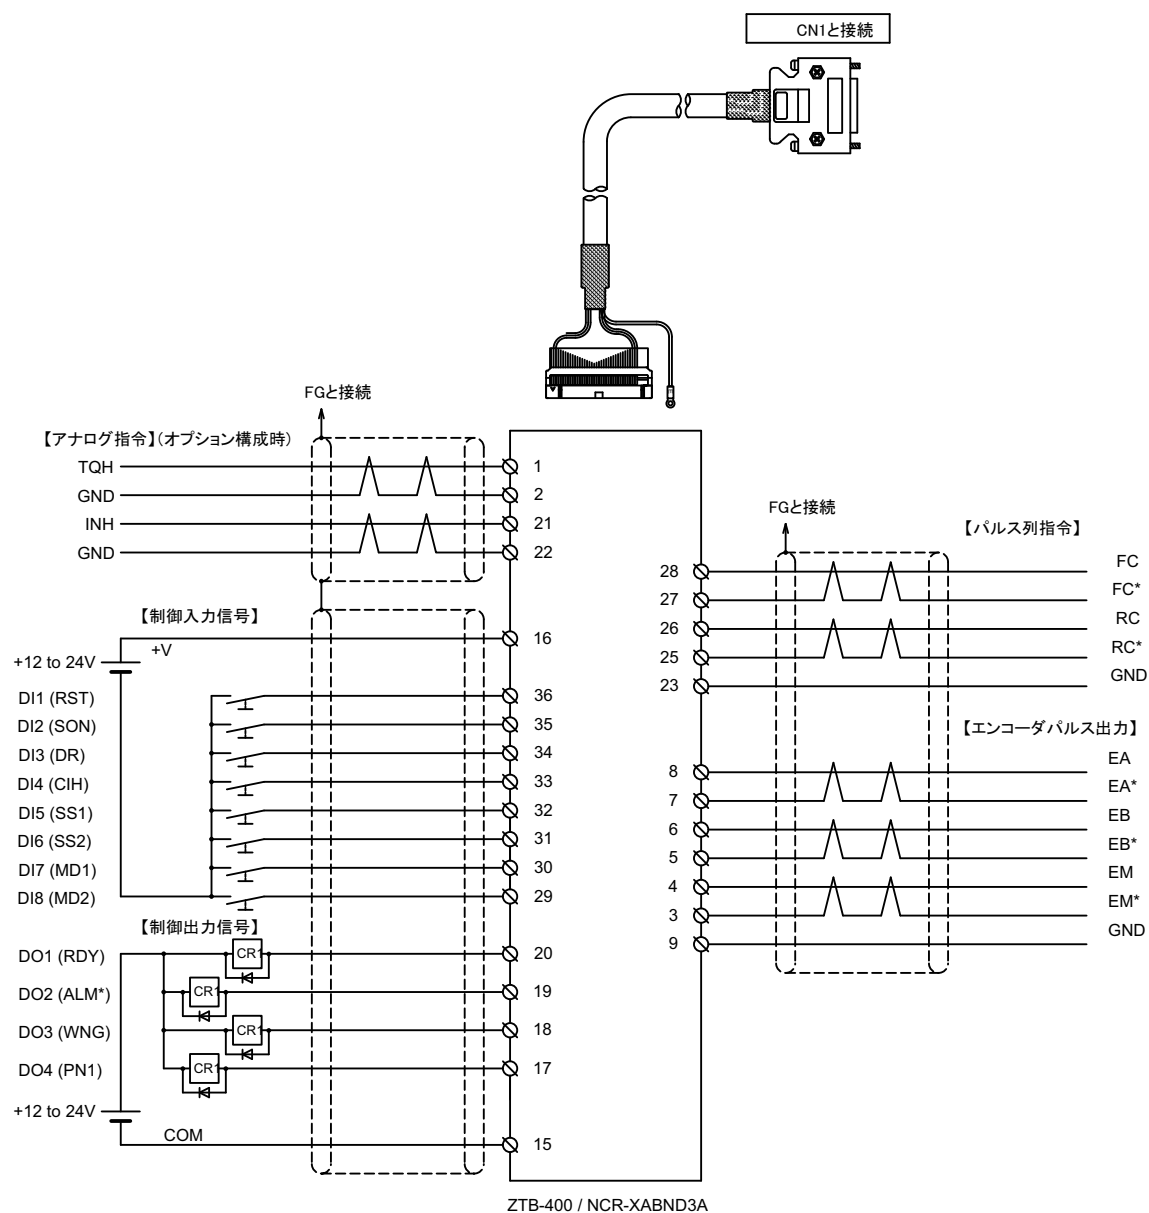

図3-3 I/O端子台(オプション)接続図
- 注 9:I / O 端子台 (オプション) を使用する場合は、「図 3-3 I / O 端子台 (オプション) 接続図」を参照してください。また、I / O 端子台はコネクタ CN1 とは端子番号が異なります。「3-3-8 I / O 端子台 (オプション)」の端子配列を参照してください。